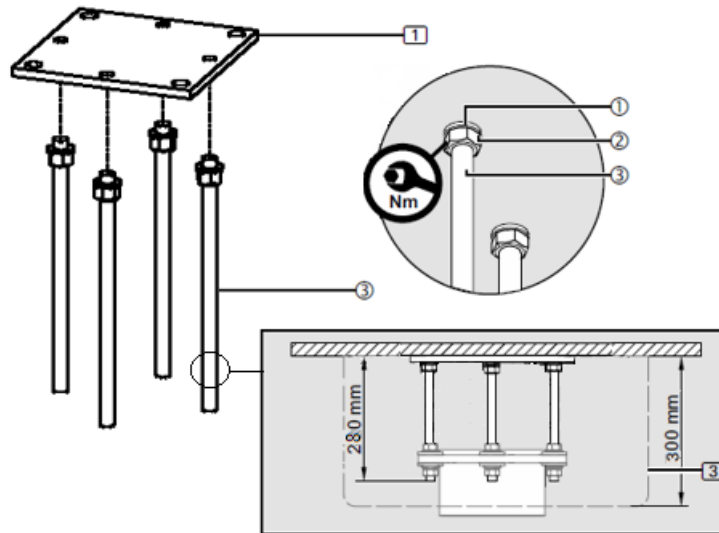

Abb. 5 Montage der Schnittstellenplatte ohne Zwischendecke
- Für die Deckenblende (3) mit einer Höhe von 300 mm müssen die Gewindebolzen 6/12 M16 x 350 mm (3) auf 280 mm gekürzt werden. Siehe Abb. 5.
- Entfernen Sie leicht die Grate von den Gewindebolzen M16 x 350 mm (3), um einen optimalen Sitz des Gewindes in der Zwischenplatte (1) zu gewährleisten.
- Schrauben Sie jeweils 1 Sechskantmutter M16 (2) auf die Gewindebolzen M16 (3) und legen Sie dann jeweils 1 Federscheibe (1) auf.